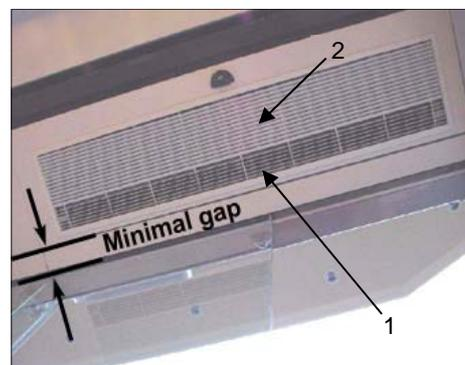

Fig 1
- en plaçant la partie évacuation d'air (voir 1, Fig 1) de la grille encastrable au plus près du passage de porte et la partie admission d'air (voir 2, Fig 1) au plus loin